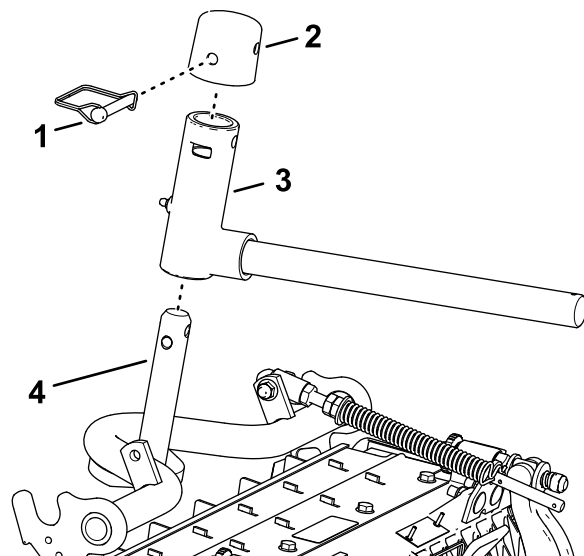

Figura 26
- Monte o suporte do pivô no eixo da estrutura do transportador (Figura 26).